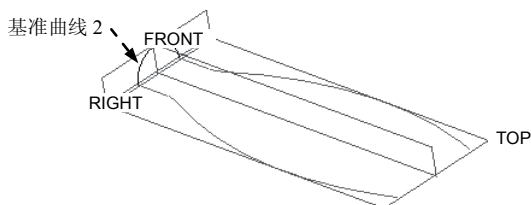
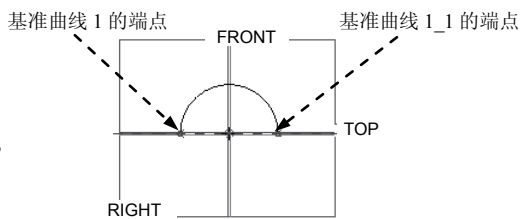

图 6.7.5 创建基准曲线 2
图 6.7.6 截面草图
(2) 选择 **Select(选择)** 命令，再选择前面创建的基准曲线 1，选择菜单管理器中的 **Done(完成)** 命令。
(3) 选择 **Plane(平面)** 命令，再选择 FRONT 基准平面为镜像中心平面，选择 **Done(完成)** 命令。
Step4. 创建图 6.7.5 所示的基准曲线 2。
(1) 单击“草绘基准曲线”按钮
(2) 定义草绘截面放置属性：设置 RIGHT 基准平面为草绘面；采用默认的草绘视图方向；TOP 基准平面为草绘平面的参照；方向为 **顶**；单击 **草绘** 按钮。
(3) 创建草绘图。接受默认草绘参照，再选取基准曲线 1 和基准曲线 1_1 的端点为草绘参照，然后绘制图 6.7.6 所示的截面草图，完成后单击按钮 （注意：圆弧的两个端点分别与基准曲线 1 和基准曲线 1_1 的端点对齐）。